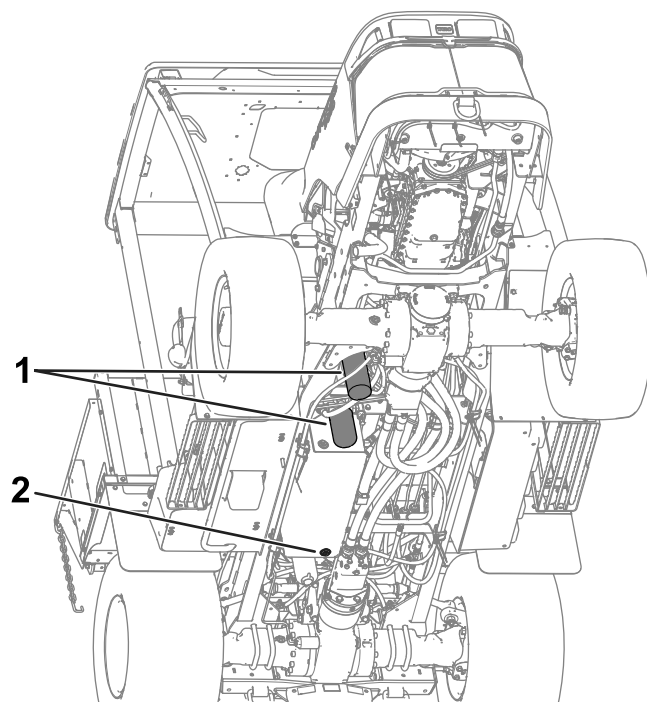

Figura 114
5. Retire el tapón de vaciado de la parte inferior del depósito y deje que se drene el fluido hidráulico al recipiente (Figura 114).
8. Coloque un recipiente debajo del filtro y retire el filtro (Figura 114).